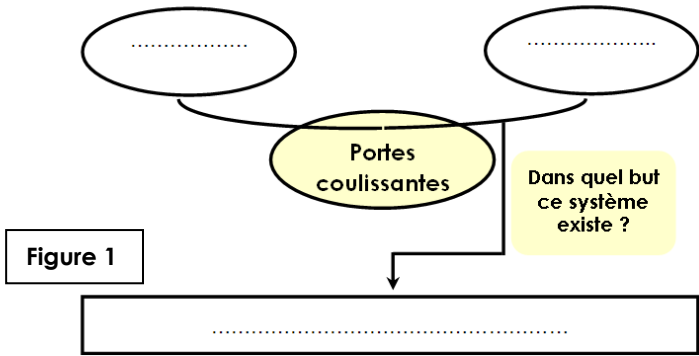

Figure 1
- 1- Le système répond à un besoin. **Énoncer** alors ce besoin **en complétant** le digramme de bête à cornes à la **figure 1** de la **page suivante**.